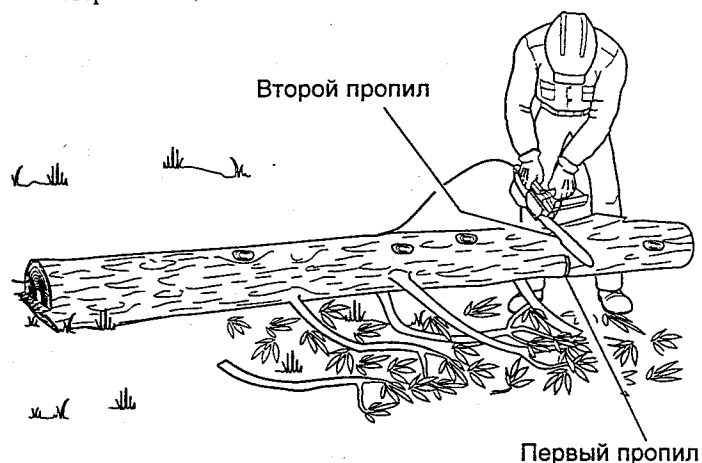

Рис. 16. Раскряжевка бревна, один конец которого поднят над землей
1. Сделайте первый пропил бревна снизу (рис. 16). Для этого используйте верхнюю часть направляющего стержня. Пропилите бревно на 1/3 его диаметра. Такой пропил предотвращает отщеп на этом отрезке распиливаемого бревна.